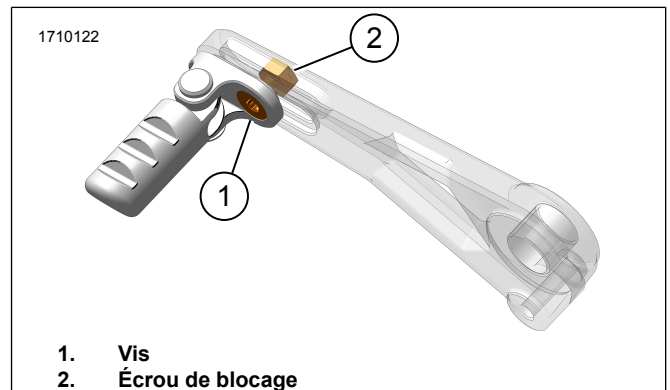

Figure 4. Ajustement de l'embout sélecteur
1. Voir la Figure 4. Desserrez la vis (1), ajustez l'embout sélecteur.
2. Serrer la vis (1).